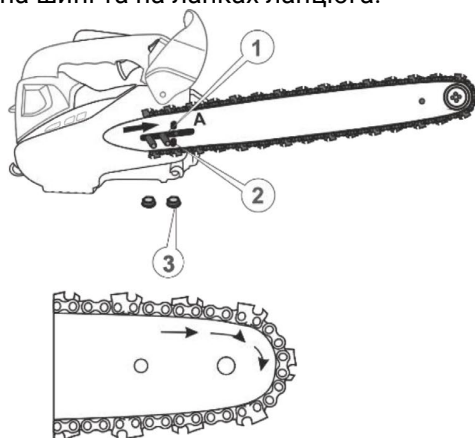

Рисунок 3. Схема встановлення шини із пильним ланцюгом.
3. Одягнути ланцюг на ведучу зірочку, розташовану на муфті зчеплення. Звернути увагу на напрямок руху ланцюга (рис. 3), який показаний мітками на шині та на ланках ланцюга.
7. Посунути шину в напрямку стрілки (А, рис. 3), щоб ланцюг злегка натягнувся.
9. Закрутити гайки (3, рис. 3) не затягуючи їх.